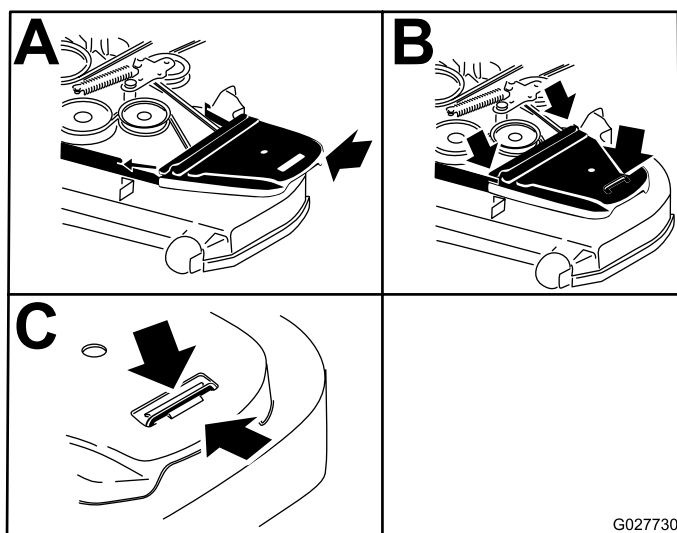

Figure 76
- Posez les couvercles de courroie (Figure 76).